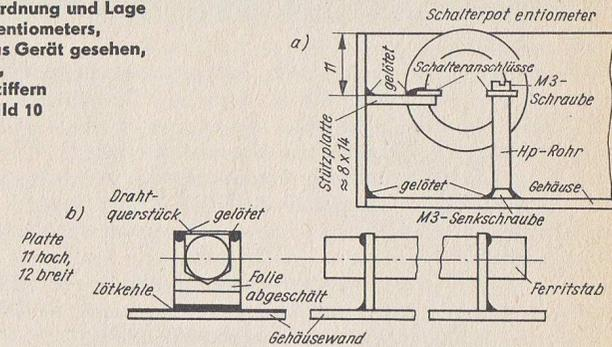

Bild 17
b) Ferritstab, Halter ähnl. Bild 17, mit Drahtklammer einsetzen